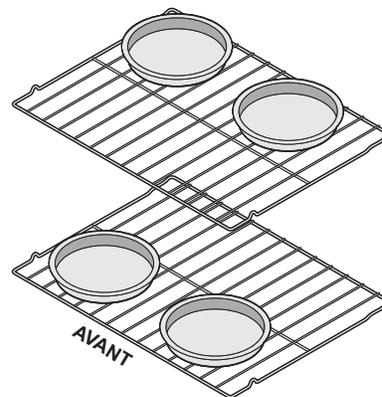
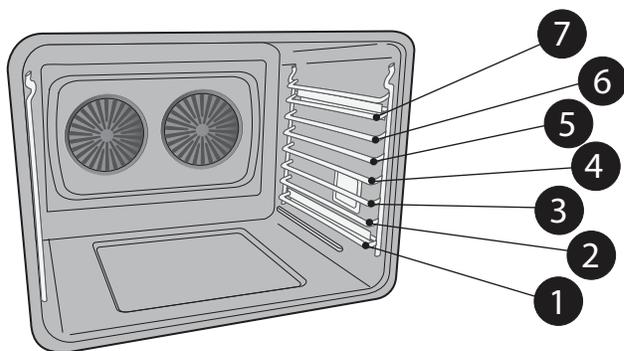

Figure 21 : Espacement des plats pour la cuisson à convection
Figure 22 : Positions des grilles
- Lorsque vous utilisez deux grilles pour la cuisson de gâteaux, placez ces dernières aux positions 2 et 7 (Figure 22) et placez les moules comme sur la Figure 21. Utilisez un flat rack en position 7 et une grille à glissière en position 2.